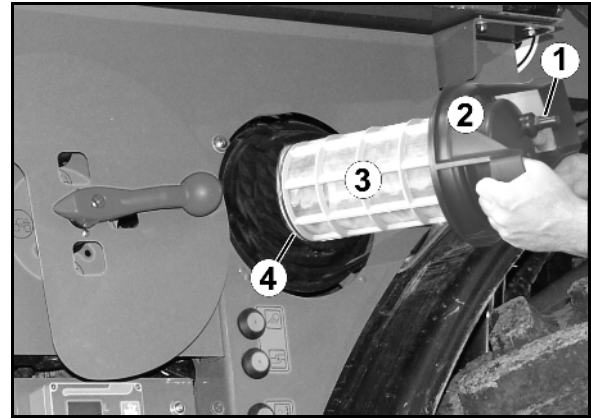

Bild. 126
Rengör sugfiltret (Bild. 126) dagligen efter rengöring av fältsprutan.
1. Lossa locket till sugfiltret (Bild. 126/2).
2. Ta ut locket med sugfilter (Bild. 126/3) och rengör med vatten.
7. Lossa locket på sugfiltret (Bild. 126/2).
8. Flytta avlastningsventilen på sugfiltret (Bild. 126/1)
9. Ta ut locket med sugfilter (Bild. 126/3) och rengör det med vatten.
- Smörj O-ringen nedtill på sugfiltret (Bild. 126/4).